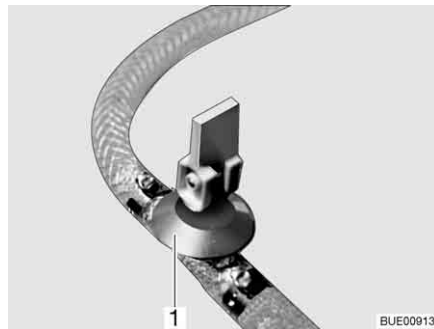
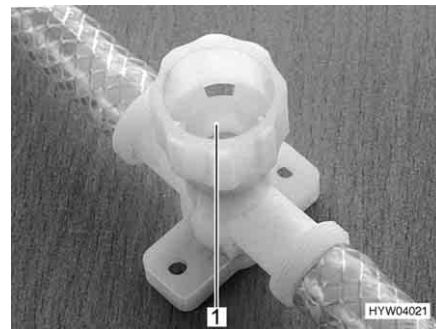

Bild 212 Ablasshahn (mit Kipphebel)
Bild 213 Ablasshahn (mit Drehkappe)
- Alle Ablasshähne öffnen. Dazu den Kipphebel des Ablasshahns (Bild 212, 1) senkrecht stellen oder die Kappe des Ablasshahns (Bild 213, 1) entgegen dem Uhrzeigersinn drehen.